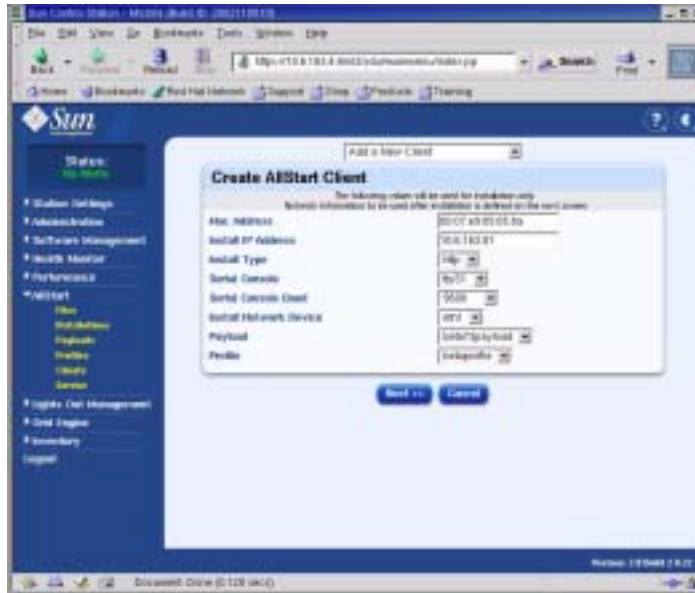

РИСУНОК 2-18 Окно создания клиента AllStart (Create AllStart Client)
**3. В окне создания клиентов (Create AllStart Client) создайте клиент. Для этого определите данные узла, на который будет загружена полезная нагрузка (см. пример на РИСУНОК 2-18). Убедитесь, что выбраны следующие обязательные параметры:**